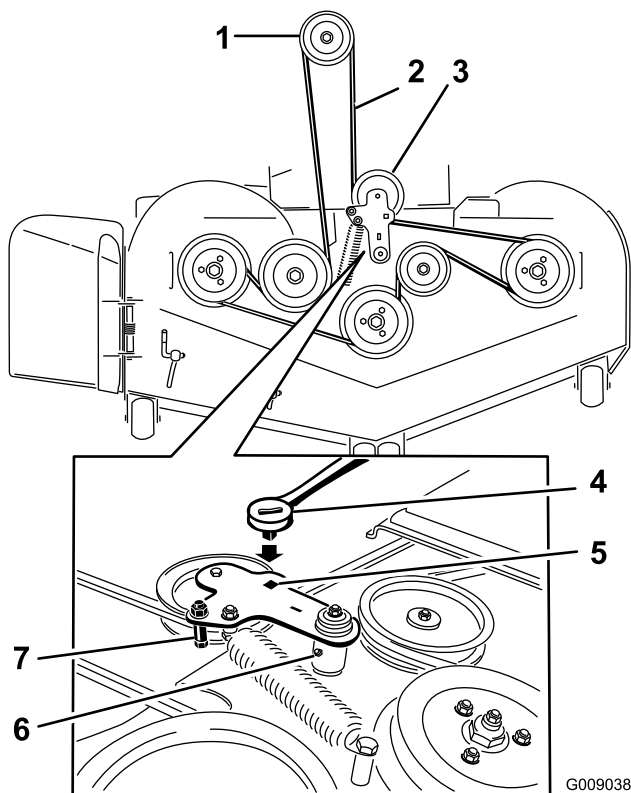

Figure 75
5. Insérez un rochet dans le trou carré du bras de la poulie de tension pour détendre le ressort de la poulie de tension (Figure 75).
7. Enlevez le guide de courroie situé sur le bras de la poulie de tension rappelée par ressort, comme montré à la Figure 75.
9. Acheminez la courroie neuve autour des poulies du tablier de coupe et de la poulie d'embrayage, sous le moteur (Figure 75).
10. Montez le guide de courroie sur le bras de la poulie de tension, comme montré à la Figure 75.
11. Insérez le rochet dans le trou carré et montez le ressort de la poulie de tension (Figure 75).